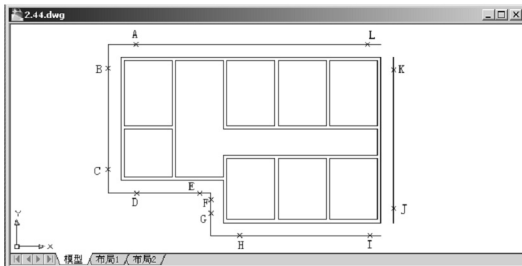

图 2.45 用【圆角】命令修角
② 在选择第二个对象, 或按住 Shift 键选择要应用角点的对象: 提示下, 拾取散水线 B 处。
(2) 重复执行【圆角】命令, 修改 C 和 D 处、E 和 F 处、G 和 H 处, 结果如图 2.45 所示。
① 在选择第一条直线或 [放弃(U)/多段线(P)/距离(D)/角度(A)/修剪(T)/方式(E)/多个(M)]: 提示下，拾取图 2.45 中散水线 I 处。
② 在选择第二条直线，或按住 Shift 键选择要应用角点的直线: 提示下，拾取图 2.45 中散水线 J 处。